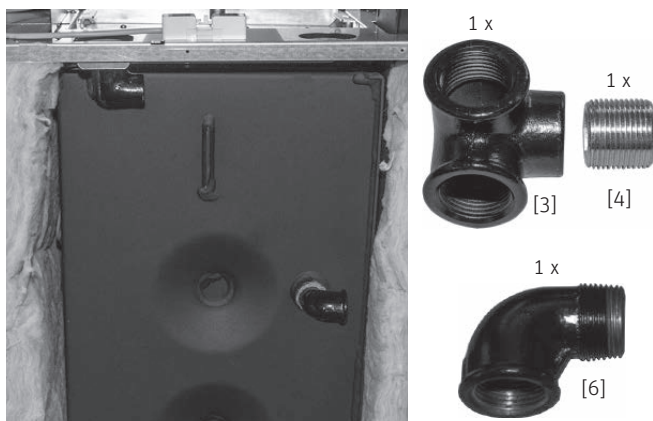

Fig. 61 Impermeabilizzare il ripartitore angolare con nipplo e angolare
- ▶ Impermeabilizzare il ripartitore angolare [3] con il nipplo [4] sulla mandata e con l'angolare [6] sul ritorno – Fig. 61.